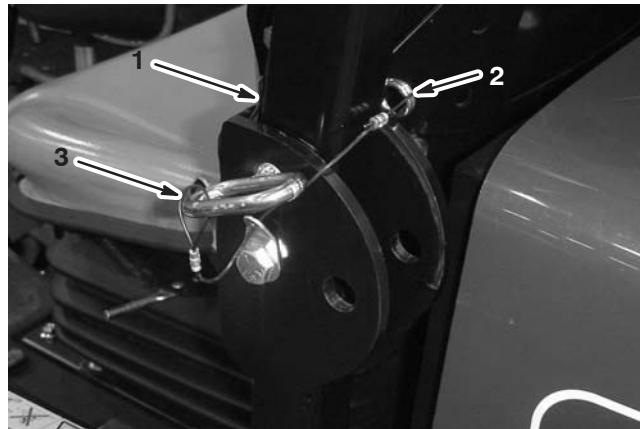

Bild 11
1. Entfernen Sie die Splints und die zwei Stifte (Bild 11).
2. Richten Sie den Überrollbügel ganz auf und setzen Sie die beiden Stifte ein. Befestigen Sie die Stifte mit den Splints (Bild 11).